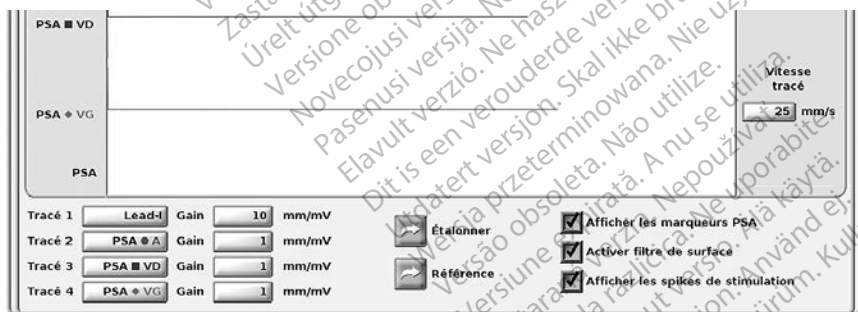

Figure 8. Exemple du panneau Tracés de sonde (partie inférieure agrandie)
- Le bouton Agrandir les tracés  élargit la région du tracé de la sonde pour remplir la fenêtre de visualisation et fournit des renseignements supplémentaires au bas de l'affichage des tracés. Se reporter à la Figure 8.